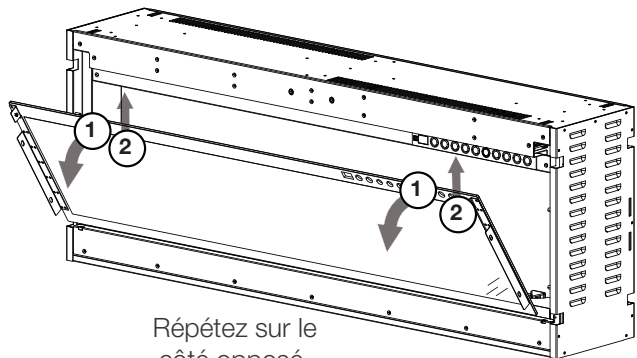

Fig. 4-4
- Demandez à 2 personnes de soulever le verre avant vers le haut puis vers l'extérieur, en le pivotant loin de les panneaux latéraux (**Fig. 4-4**). Placez le verre avant face vers le bas sur une surface douce et non-abrasive.